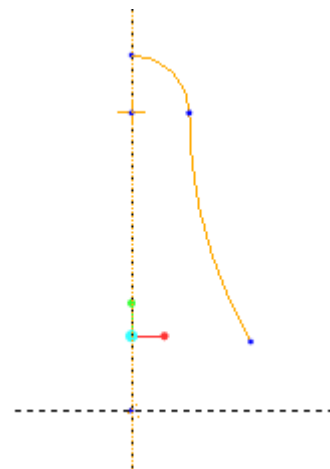
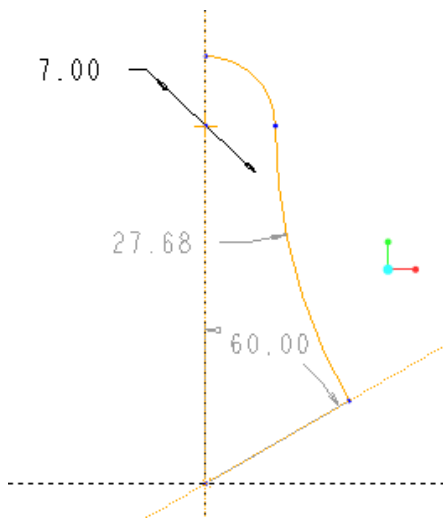
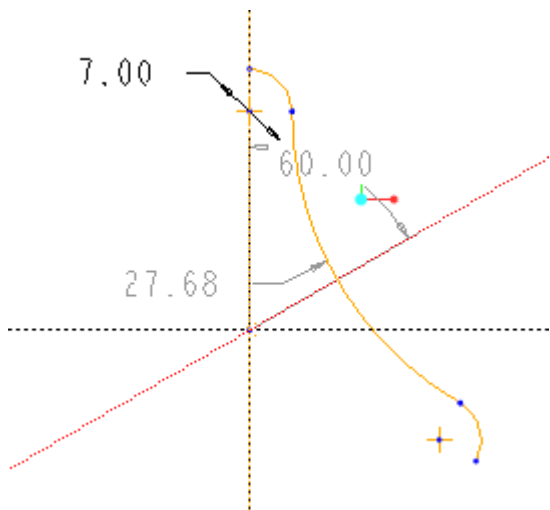

図 5-34 ハンドルのスケッチ 4
図 5-35 ハンドルのスケッチ 5
図 5-36 ハンドルのスケッチ 6
- 図 5-35 の曲線を Cntl キーを押しながらクリックして選択する。ミラー  をクリックした後、中心線をクリックすると選択した線がミラーコピーされる(図 5-36)。
- ・「直線」で図 5-34 をスケッチ作成する。
- ・図 5-34 のアウトラインのスケッチに「円と点」で円スケッチを付加する(図 5-35) (a). 矩形溝の上部とクランプボルト最上部の距離を 40mm とする。
- ・右部の円弧と縦の直線を「セグメントを削除」で削除する(図 5-35) (b). スケッチを終了してから回転フィッチャーを終了する。